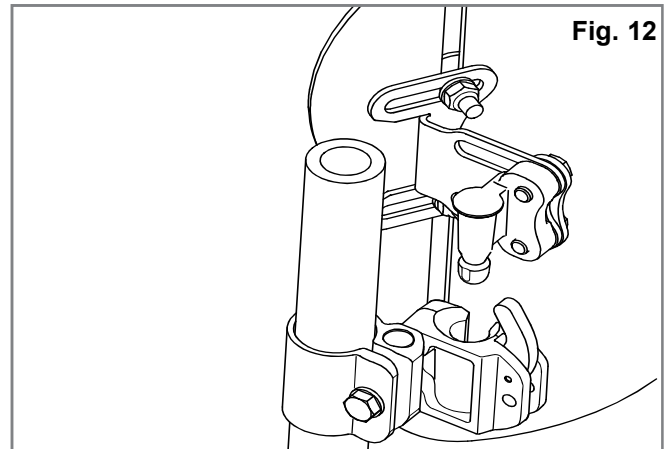

Fig. 12
- Draai de bouten (B) en beugelmoeren (C) met behulp van de meegeleverde 10 mm steeksleutel los, maar verwijder ze niet.
- Bevestig de J3 Carbon rugleuning aan het bevestigingsmateriaal door de bouten in de ontvangers te steken (Fig. 12).